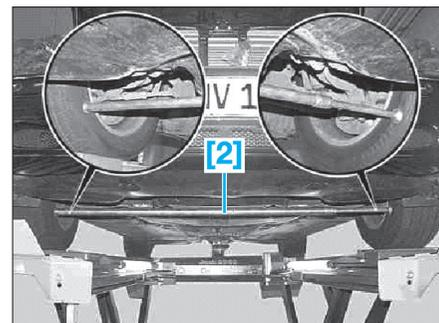

FIG. 4
- [2]. Pousse-roue (Fig.4).
- Mettre en place le pousse-roue [2] (Fig.4).